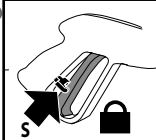

рис. 1
1. Соединить шланг высокого давления (рис. 1, поз.4) с нагнетательной трубой OUTLET (выпуск)
5. Нажать на спусковой рычаг пистолета (рис. 1,